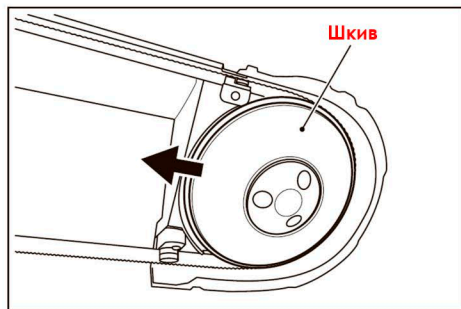

Рис.4
2. Наденьте пыльную ленту на оба приводных шкива, пропустив её через направляющие ролики (Рис. 4).